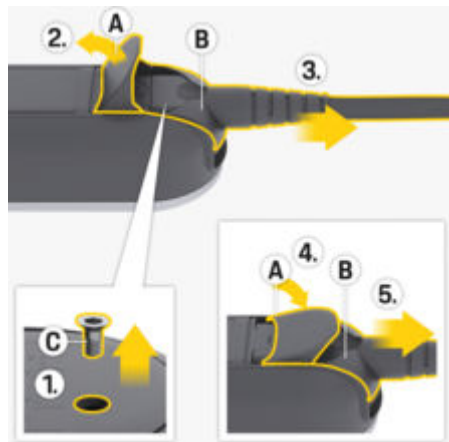

Fig. 67: allentamento del cavo di rete
1. Allentare la vite **C** (Fig. 67) con un attrezzo idoneo.
2. Aprire completamente lo sportello **A** (Fig. 67).
3. Estrarre il connettore **B** (Fig. 67) fino ad avvertire una prima resistenza.
4. Chiudere lo sportello **A** (Fig. 67) di circa 15 gradi (lo sportello può poggiare sul connettore **B** (Fig. 67)).
5. Estrarre completamente il connettore **B** (Fig. 67).